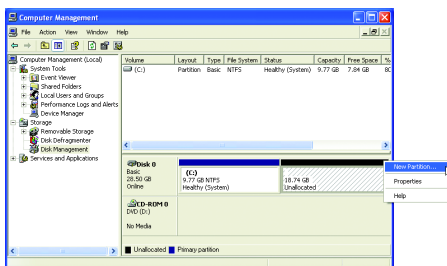

図 6
5. オペレーティングシステムをインストールする前にハードドライブを適切に分割していなかった場合、ハードドライブの空きスペースを使用して新しいパーティションを作成することができます(図6、7)。ただし、**ディスク管理**に示されたハードドライブのシステムパーティションに未割り当てのスペースがない場合、新しいパーティションを作成したり Xpress Recovery2 を使用することはできません。この場合、オペレーティングシステムを再インストールし、ハードドライブを再分割してください。